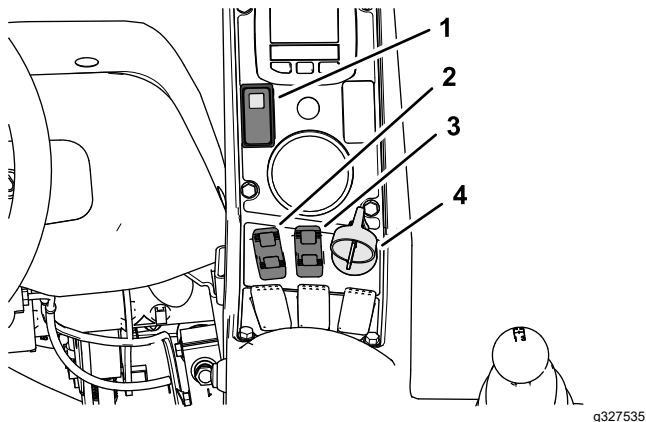
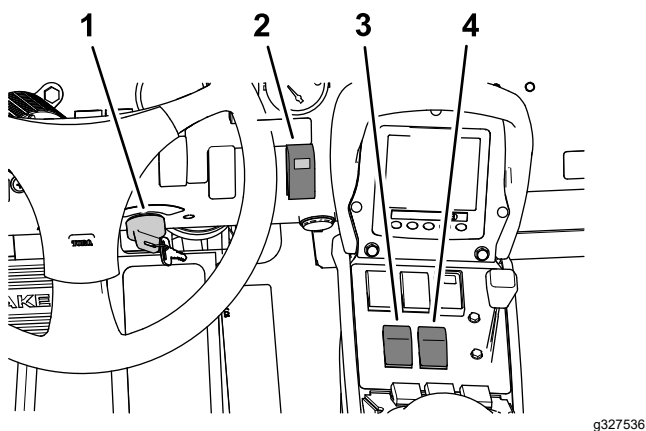
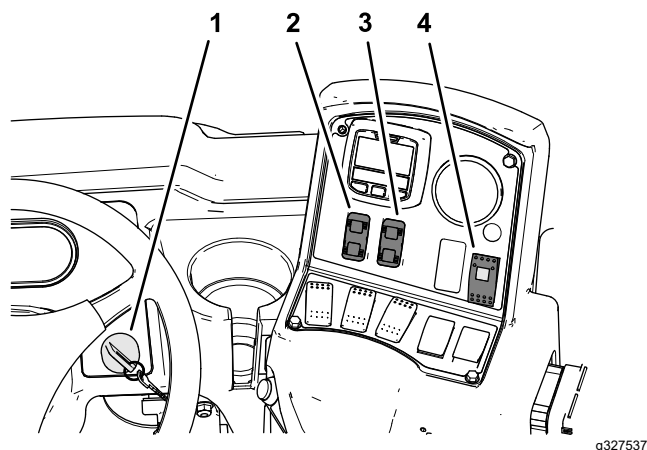

Bild 41
Bild 42
Bild 43
4. Schalten Sie den Sonic Boom-Schalter in die EIN-Stellung (Bild 41, Bild 42 oder Bild 43).